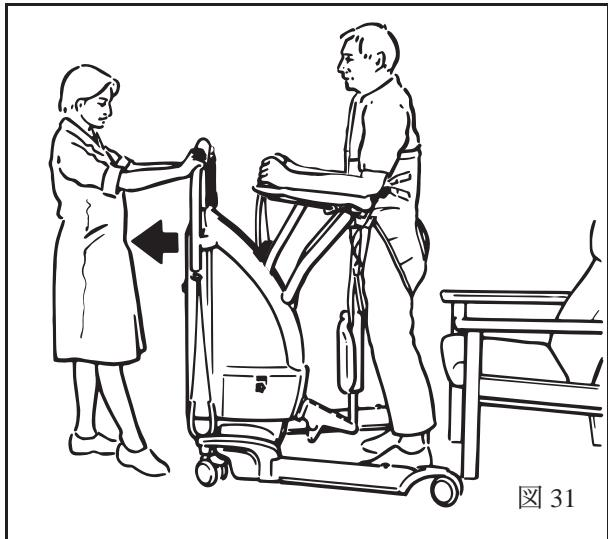

図 31
- 患者がしっかりと立っている場合、ブレーキを解除して、プロアクティブ パッドが患者の脚から離れるまで、リフトを患者から少し引き離します。（図 31 参照）